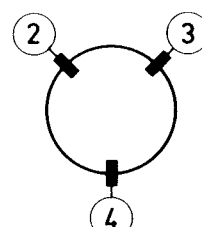

Fig. 5d
(siehe Abb. 5d oder 6d).
6. Keil ① entfernen, so dass die Situation gemäss Abb. 5d oder 6d entsteht.